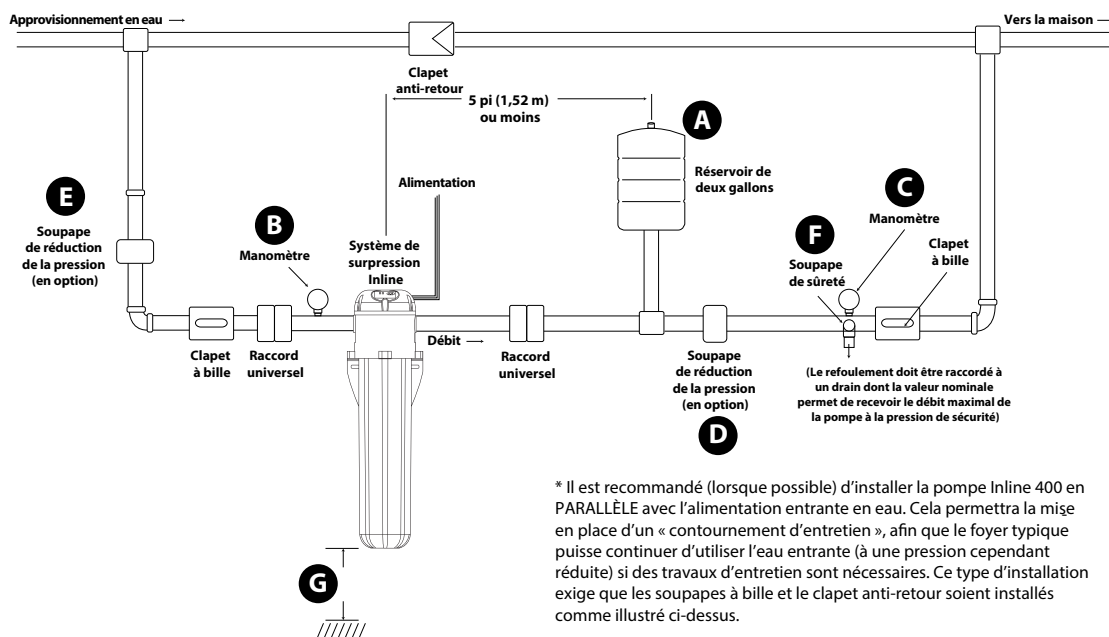

Figure 1
Orientation de l'installation de l'unité Inline 400 : (consultez la figure 1 au besoin)
4. Installez la plomberie d'entrée et de sortie et le réservoir pressurisé comme illustré à la figure 1. L'entrée et la sortie de l'unité sont marquées par « INLET » (« ENTRÉE ») et « OUTLET » (« SORTIE »), respectivement. Les unions devraient être installées sur les extrémités d'aspiration et de refoulement de la pompe (l'utilisation d'un ruban scellant pour filetage PTFE plutôt qu'une pâte est recommandée; ne serrez pas excessivement). Des clapets anti-retour internes sont fournis sur les extrémités d'aspiration et de refoulement de la pompe. Ces clapets peuvent aider à prévenir le reflux. Si vous utilisez le contournement facultatif, vous devriez préalablement installer un clapet anti-retour dans le contournement (consultez la figure 1). Assurez-vous de consulter tous les codes de plomberie locaux afin de veiller au respect de toutes les exigences relatives à la prévention des reflux.